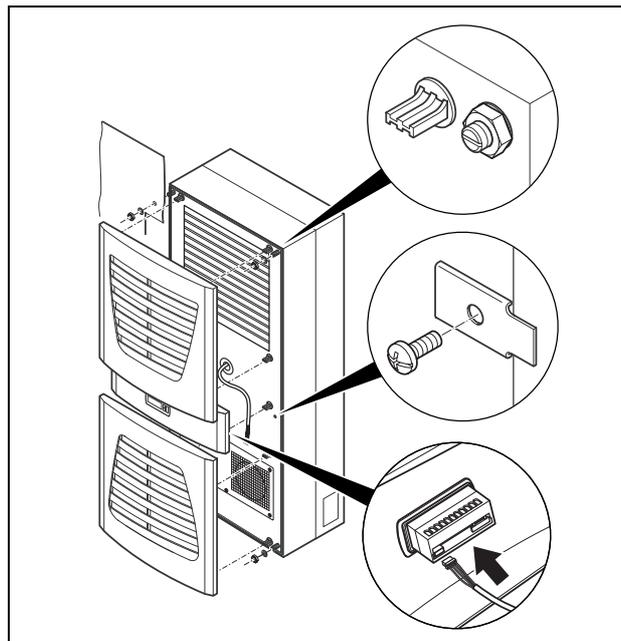

Рис. 17: Закрепление холодильного агрегата
- При необходимости дополнительно закрепить агрегат с помощью прилагаемых крепежных пластин, как показано на рис. 17.